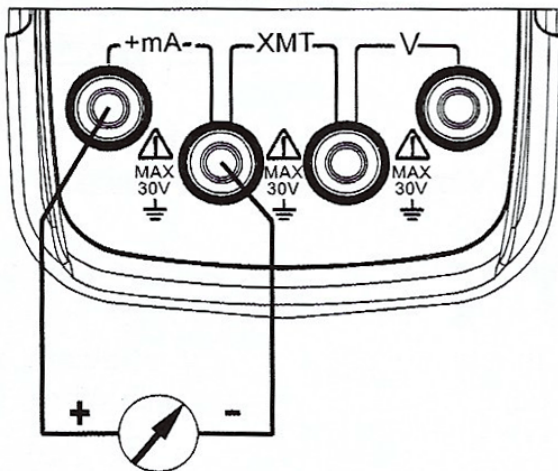

Figura 5-2
1. Insira a sonda de teste no conector +mA- do terminal de saída do medidor (OUTPUT) e conecte a outra extremidade com o terminal de entrada do usuário, consulte a Figura 5-2
1. Conecte como mostrado na Figura 5-2;
1. Conecte conforme mostrado na Figura 5-2;
3. Pressione a tecla (mA 100%), e o mostrador exibirá os símbolos (,) e (▲), (0) e (FS).